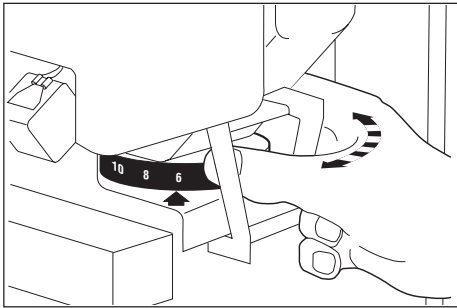

Abb. 15
- Durch Drehen des Ringes (23) die entsprechende Zahl auf den Pfeil stellen. (Abb. 15):